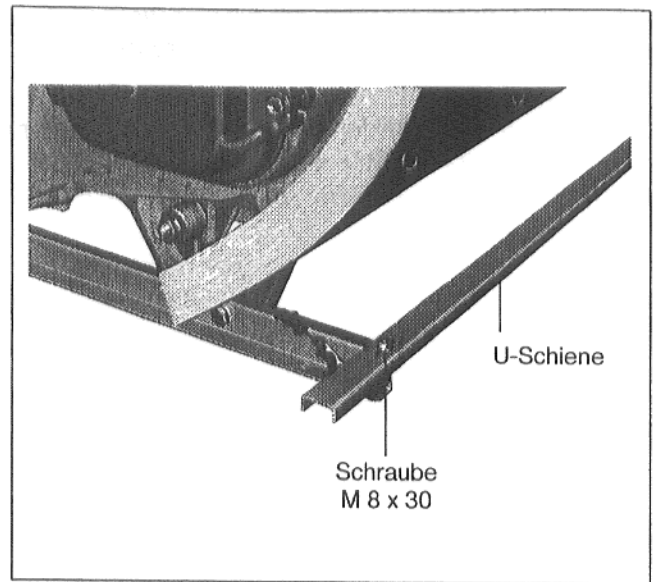

Abb. 41
- U-Schienen links und rechts, mit dem Langloch nach vorne auf die unteren Traversen legen (Abb. 41).
- U-Schienen in die Ausklinkungen der vorderen Traverse einhängen und an dieser lose mit je einer Schraube M 8 x 30, Unterlegscheibe und Mutter anschrauben (Abb. 41).